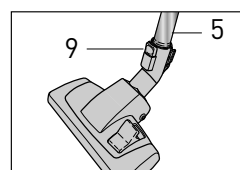

Figure 10
Les accessoires SEBO dotés d'un bouton de déverrouillage s'enclenchent dans leur position si vous les insérez correctement. Le bouton de déverrouillage (9) se trouve dans la même position sur toutes les buses, brosses et brosses motorisées SEBO (figure 10). Les accessoires qui ne se clipsent pas comme les outils embarqués doivent être bien ajustés mais pas trop serrés. Lorsque vous raccordez ou changez un accessoire SEBO non électrique comme la brosse parquet (28), le suceur (25), la brosse à meuble (22) ou la buse pour tissus (24), il est inutile de débrancher l'aspirateur traîneau.